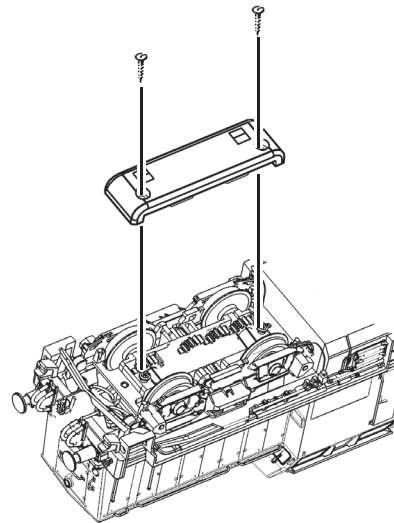

Fig. 3
**2. Schmierung:** Versehen Sie die im Schmierplan in Fig. 7 gekennzeichneten Stellen mit nur **kleinen Öltropfen**. Dazu zuerst das Lokgehäuse abnehmen (Fig. 3). Wir empfehlen den **ROCO Öler Art.-Nr. 10906**. Fürs Schmieren der Getriebeteile (Zahnräder, Schnecke) empfehlen wir das **ROCO-Spezialfett Art.-Nr. 10905**. Im Falle der Schmierung diese Teile **nicht ölen**.
**Mehrzugbetrieb:** Zuerst Lokgehäuse abnehmen (Fig. 3). Danach den Brückenstecker aus der Schnittstelle entfernen (diesen sorgsam aufbewahren). Danach den Stecker des Steuerbausteins lagerichtig einsetzen (siehe Fig. 5).
**4. Kohlebürstenwechsel:** Lokgehäuse abnehmen (Fig. 3). Danach wird der Motor ausgebaut und die Kohlebürsten ausgewechselt (Fig. 7).
**2. Lubrication:** Apply **tiny oil drops** to spots marked in fig. 7. Prior to lubrication dismantle locomotive (fig. 3). We recommend using item no. **10906, Roco oiler**. For lubrication the gearparts (e.g. cogwheels, worm) we should recommend our Roco **special grease** (item no. **10905**).
**4. Carbon Brush Changing:** First remove loco body (fig. 3), and then the motor (fig. 7).
**4. Remplacement des balais du moteur:** Démontez la caisse (voir fig. 3). Démontez ensuite le moteur et échangez le balais (fig. 7).
1. siehe } Fig.3